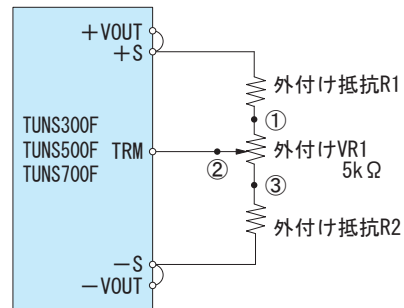

図4.4 外付け部品の接続方法（TUNS300F/TUNS500F/TUNS700F）
- ボリューム（VR1）と抵抗（R1, R2）を図4.4のように接続することで出力電圧を可変できます。
- ボリュームは②—③間の抵抗値が小さくなるように接続すれば、出力電圧は高くなります。